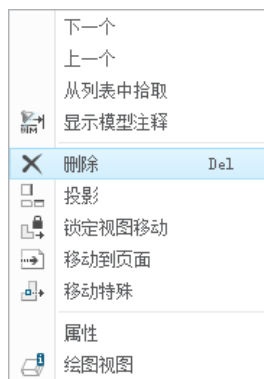

图 3.6.5 快捷菜单
Step2. 选取图 3.6.4a 所示的轴测图为主要删除的视图，在该视图上右击，在图 3.6.5 所示的快捷菜单中选择 **删除** 命令，删除视图后如图 3.6.4b 所示。